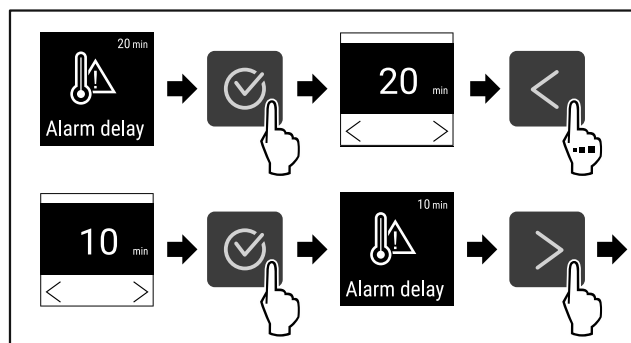

Fig. 128
- ▶ Eseguire i passi (vedere Fig. 128) .